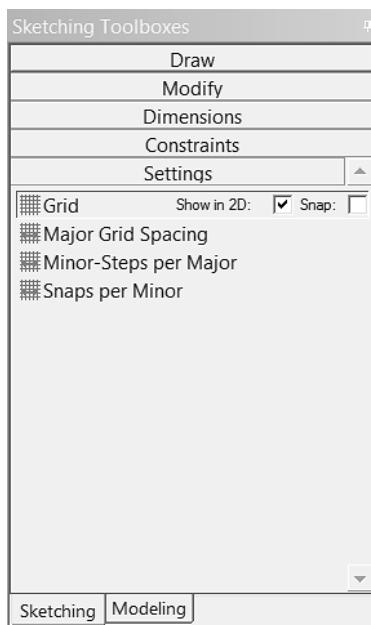

Рис. 1.11
- 5) Перед построением области покажем координатную сетку. Для этого на панели Sketching Toolboxes кликните по табулятору Settings, находящемуся внизу панели, затем – по инструменту Grid и напротив Show in 2D установите галочку, рис. 1.11. После этого на панели Graphics будет показана координатная сетка, расстояние между координатными линиями по умолчанию равно 5 м.